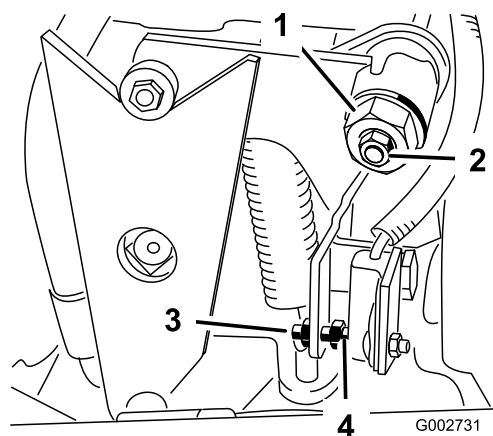

Figure 32
4. Desserrez le contre-écrou de la came de réglage de transmission (Figure 32).
5. Mettez le moteur en marche et tournez l'hexagone de la came (Figure 32) dans un sens puis dans l'autre pour déterminer la position centrale de la course de réglage du point mort.
3. Ajustez la vis jusqu'à obtenir un écartement de $1,5 \text{ mm} \pm 0,8 \text{ mm}$ (Figure 32).